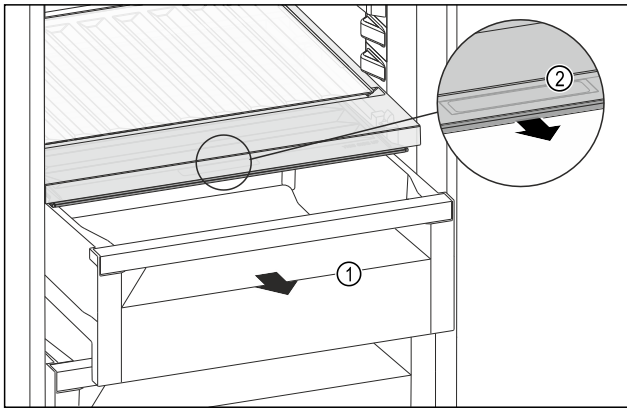

Fig. 157
- Retirer le tiroir Fig. 157 (1).
- Saisir la poignée encastrée Fig. 157 (2) du couvercle du compartiment et tirer le couvercle du compartiment par l'avant.